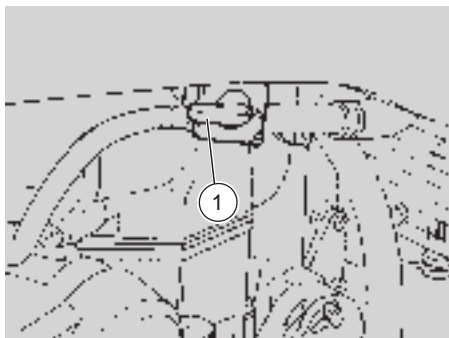

Fig. 36
## SMONTAGGIO DEL SERBATOIO CARBURANTE (Fig. 36 + 38)
- ◆ Portare su "OFF" la leva del rubinetto carburante (1 Fig. 36).